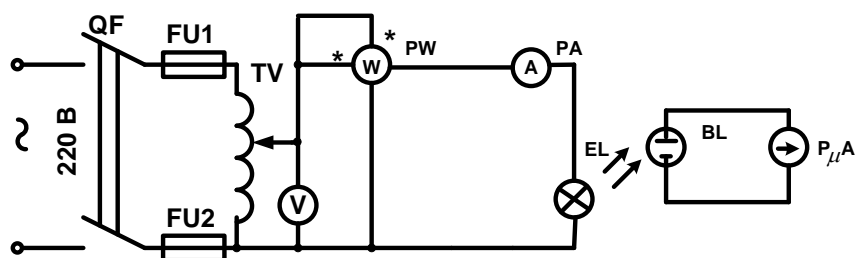

Рис.1.2
2. Собрать электрическую схему (рис.1.2) для снятия электрических и световых характеристик ламп накаливания и ознакомиться с внешним видом и схемой люксметра (рис.1.3 и рис.1.4)